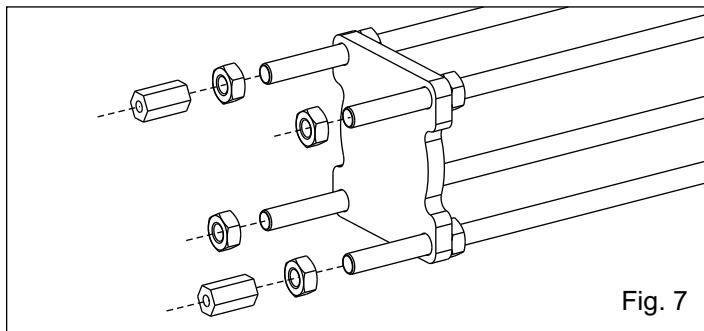

Fig. 7
7. Inserire la piastra forata nei tiranti, poi avvitare 2 dei 4 dadi precedentemente rimossi in corrispondenza delle 2 viti a morsetto del copristelo (Fig. 7).